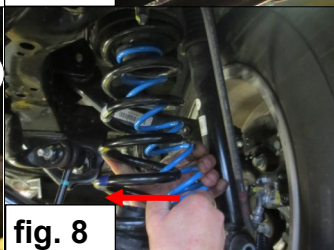

fig. 8
7. Druk de hulpveer **C** in veerschotel **B**. Let erop dat het geheel goed centreert. *Zie fig. 8.*
7. Press the auxiliary spring **C** into spring seat **B**. Make sure that it centers correctly. *See fig. 8.*
7. Drücken Sie Hilfsfeder **C** in Federteller **B**. Stellen Sie sicher, dass die Federteller und das Hilfsfeder korrekt zentrieren. *Siehe Fig. 8.*
7. Placez le ressort Auxiliaire C sur la coupelle B. Notez que les bons centres globaux. Voir fig. 8.
7. Trycket i den ytterligare fjädern C fjädersäte B. Observera att det totalt sett goda centra. Se fig. 8.
7. Llevar el muelle auxiliar C en plato de muelle B. Tenga en cuenta que los buenos centros globales. Véase fig. 8.